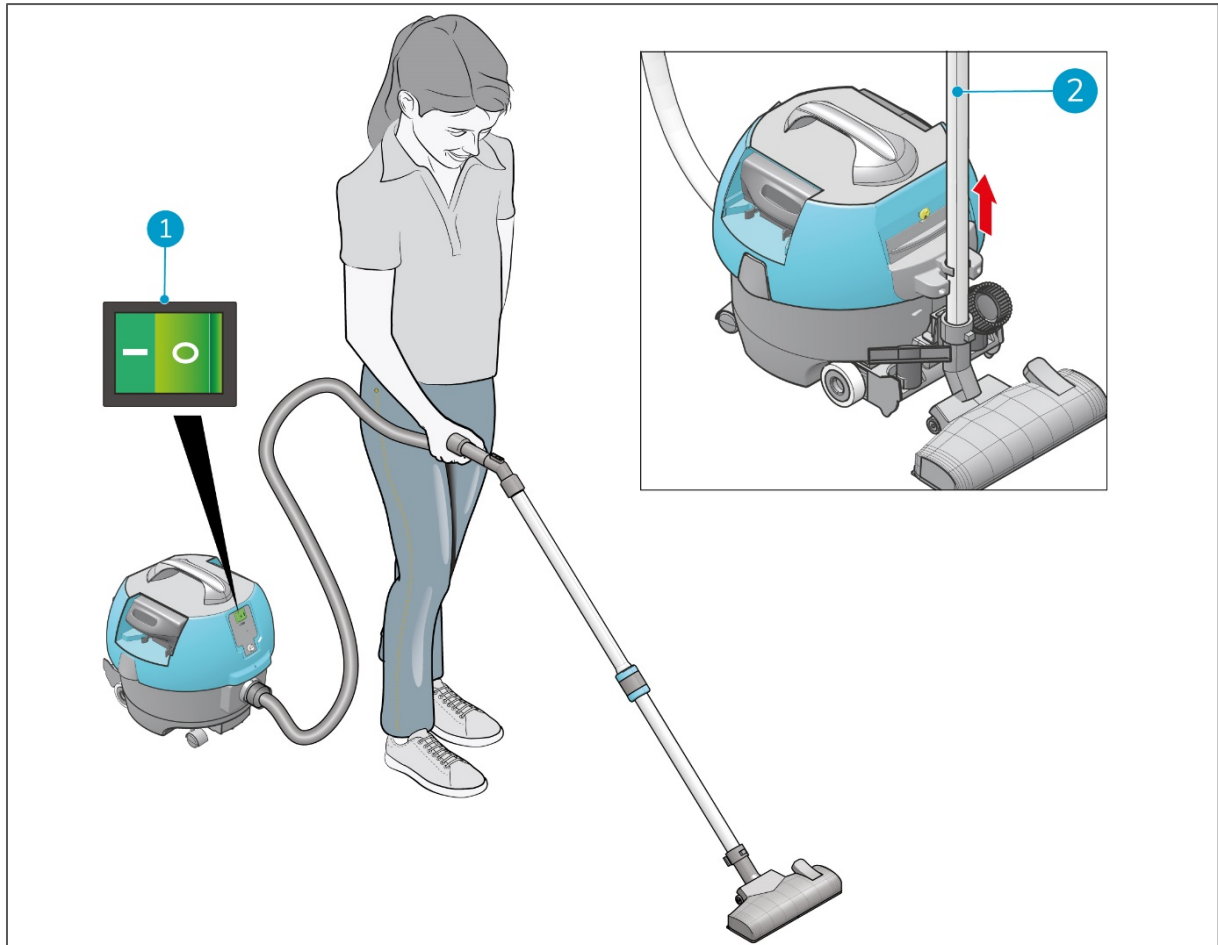

Abbildung 18
1. Drücken Sie den ON/OFF-Schalter (Figure 18, Pos. 1), um den i-vac® 9B einzuschalten. Die Vakuumfunktions-LED leuchtet auf.
2. Nehmen Sie das Saugrohr (Figure 18, Pos. 2) aus der Halterung.
1. Drücken Sie den ON/OFF-Schalter (Figure 18, Pos. 1), um den i-vac 9B auszuschalten.
2. Platzieren Sie das Saugrohr (Figure 18, Pos. 2) wieder in der Halterung.